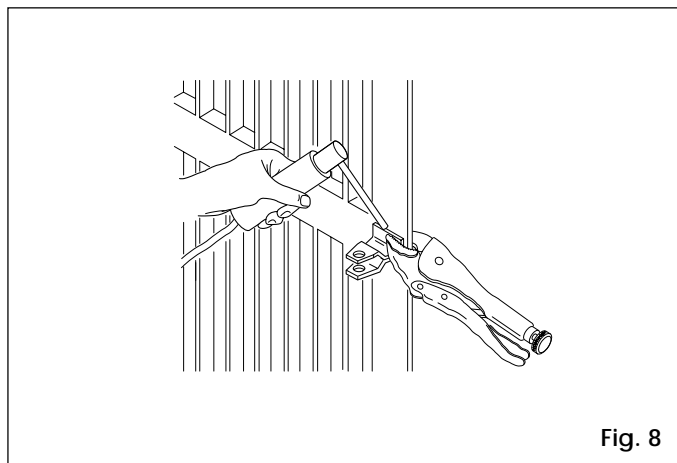

Fig. 8
- 11) Soldar de manera definitiva en la hoja el elemento de fijación anterior. Para esto, separar momentáneamente del elemento de fijación el actuador, para evitar que escorias de soldadura puedan dañarlo (Fig. 8).